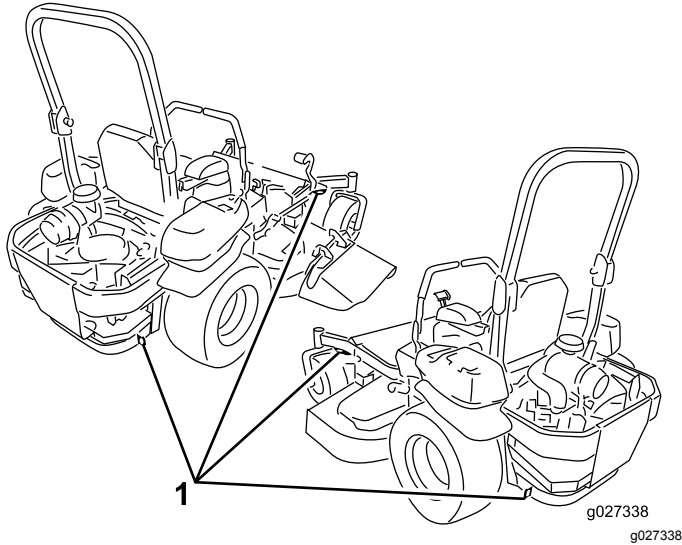

Figura 39
5. Utilice los puntos de amarre de la máquina para sujetarla firmemente al remolque o al camión con correas, cadenas, cables o cuerdas (Figura 39).